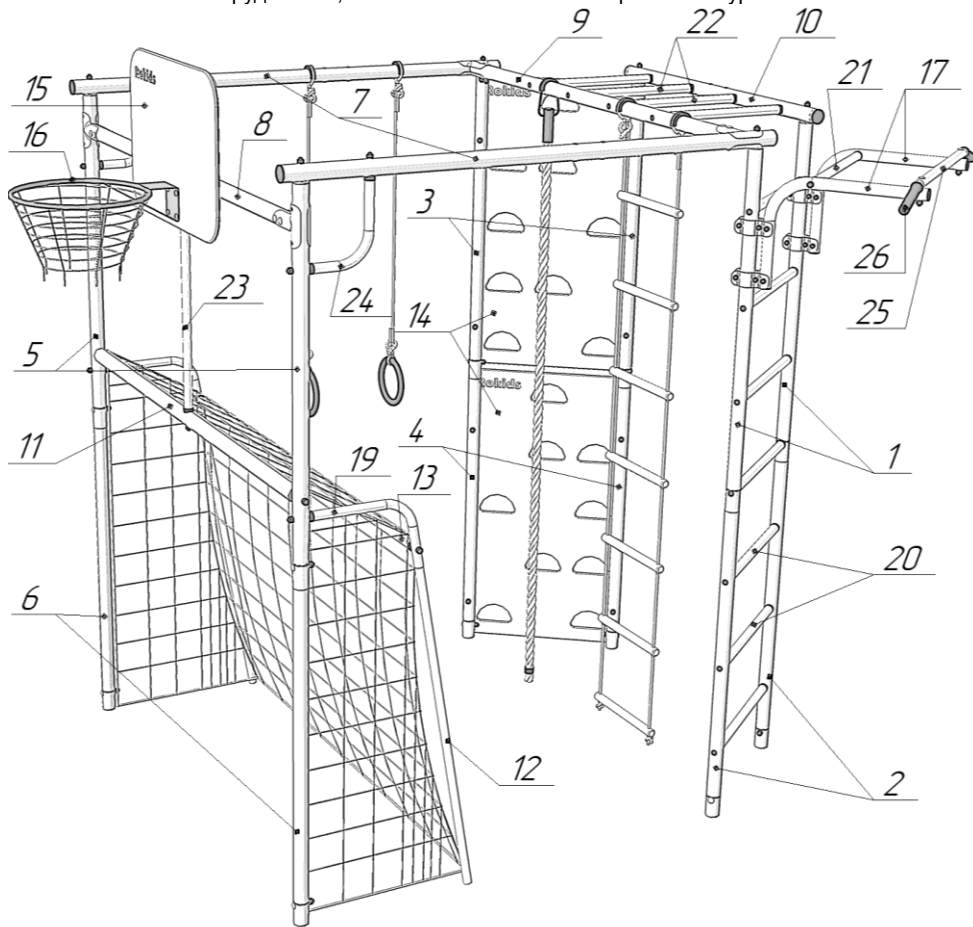

Рис.9 – Основные детали КОМПЛЕКСА
6.5. Сборка комплекса представлена на рис. 9.